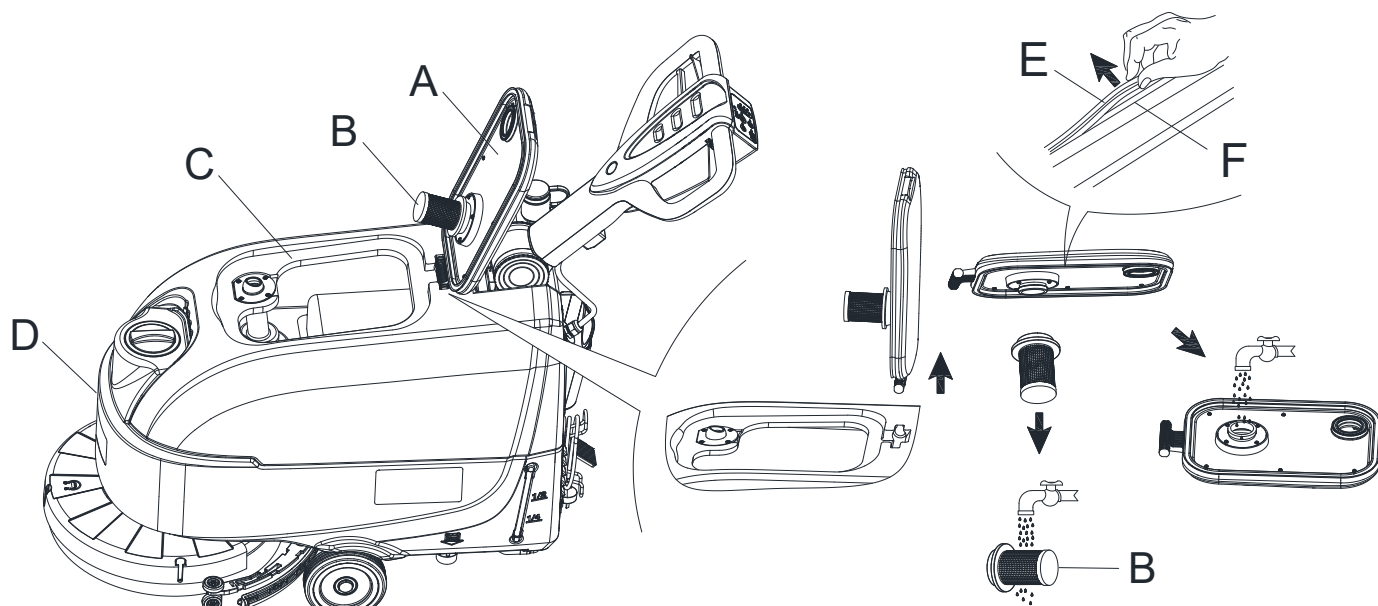

Abb. 17
3. Drehen Sie den Schmutzwassertankdeckel (A, Abbildung 17) in die 90-Grad-Position, wo er vom Schmutzwassertank abgenommen werden kann und nehmen Sie dann den Schwimmerkugelfilter (B) vom Schmutzwassertankdeckel.
7. Überprüfen Sie die Kontaktfläche der Dichtleiste (E) hinsichtlich Unversehrtheit und ausreichende Abdichtung. Nehmen Sie die Dichtleiste ggf. aus der Tankrille (F) und tauschen Sie sie aus. Bringen Sie die neue Dichtleiste (siehe Abbildung 17) an. Das Gelenk muss sich wieder im mittleren Bereich befinden.
8. Schließen Sie den Schmutzwassertankdeckel (A).